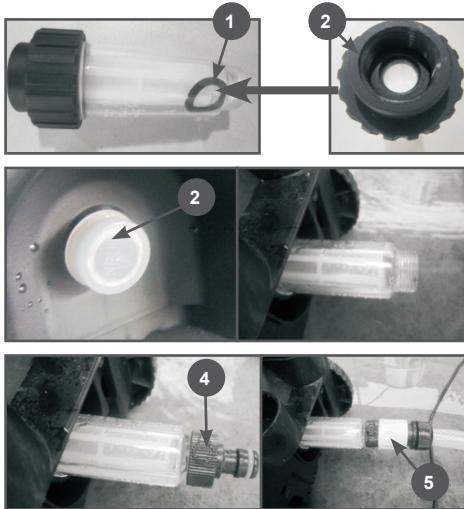

Рис. 5 Установка шланга подачи воды
- Присоедините шланг подачи воды (в комплектность не входит) через фильтр тонкой очистки к входному штуцеру аппарата (Рис. 5). Для этого:
- вымните шланг подачи воды с коннектором, оттяните втулку коннектора 5 назад и оденьте коннектор на адаптер, затем отпустите втулку коннектора шланга (Рис. 5).